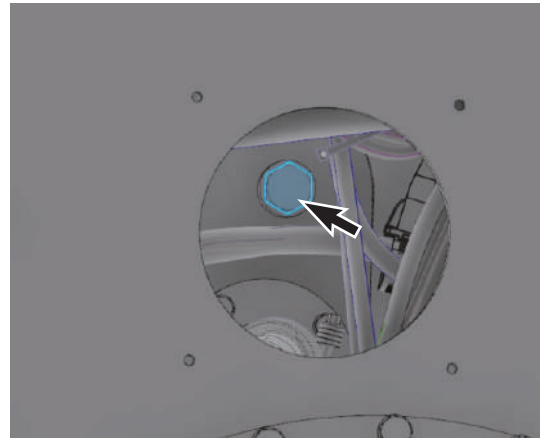

Figura 11
- C. Drene el exceso de aceite a través del tapón de drenaje (Figura 11) situado en el fondo del depósito y recójalo en un contenedor homologado conectando una manguera al puerto (tapón).